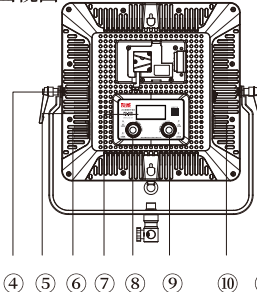
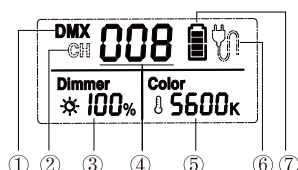

图6 PD-60B
图8 LCD显示信息
本品支持通过扣板电池或电源适配器两种供电方式给灯具供电, 打开电源开关(图6 ⑪)并通过亮度调节旋钮(图6 ⑧)、色温调节旋钮(图6 ⑨)设置好所需灯具参数, 即可正常使用。
本品支持两种色温及亮度的调节模式: 普通调节模式、快速调节模式。按压亮度/色温调节旋钮(图6 ⑧/⑨)切换相应亮度或色温的调节模式, 用户根据使用需求结合这两种调节模式可完成对亮度/色温的快速设置。
长按亮度调节旋钮(图6 ⑧)约2s即可进入通信地址的设置界面, 通信地址设置范围: 001-512。
LCD数码管字段(图8 ④)闪烁表示当前位被选定, 旋转亮度调节旋钮(图6 ⑧)设置当前位, 按压亮度调节旋钮(图6 ⑧)确定当前位的设置并进入下一位的设置, 当完成最后一位的设置时, 按压亮度调节旋钮(图6 ⑧)或等待约5s, 退出通信地址的设置。
通过DMX线将灯具组网, 长按色温调节旋钮(图6 ⑨)约2s, 即可完成灯具通信控制模式的设置。
LCD左上角显示"DMX"(图8 ①)表示灯具当前支持的通信控制模式为DMX通信模式。在该模式下, 将DMX信号输出设备接入灯具网络, 设置好通信地址, 即可正常使用。
LCD左上角显示"CH"(图8 ②)表示灯具当前支持的通信控制模式为互控模式。在该工作模式下, 将目标灯具设置成相同的通信地址即可正常使用, 不区分主从机。